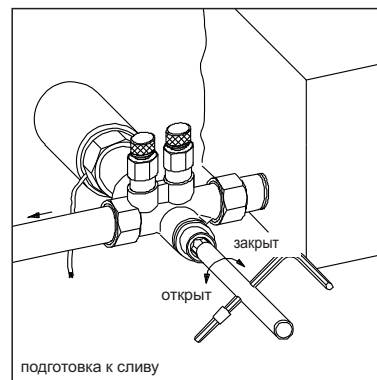

Рис. 3
- 3 Ослабить вентильную вставку шестигранным ключом SW 10 поворотом влево (макс. на ¼ оборота) (рис. 3).
- 3 Снять инструмент для заполнения и слива с вентиля и затянуть вентильную вставку ключом SW 10 с макс. усилием 10 Нм (рис. 3).
- 4 Закрывать вентиль, затянув вентильную вставку шестигранным ключом SW 10 поворотом вправо с макс. усилием 10 Нм (рис. 3).